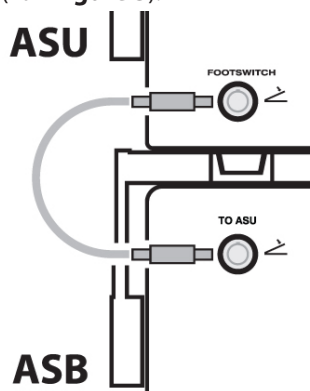

Figure 5 : Connexion du câble d'interface de la pédale de commande (panneaux arrière ASU/ASB)
4. Connectez le câble d'interface de la pédale de commande (A001466) entre les prises de la pédale de commande (9) situées sur le(s) panneau(x) arrière de l'ASU et de l'ASB jusqu'à ce qu'un déclic se fasse entendre (voir **Figure 5**).